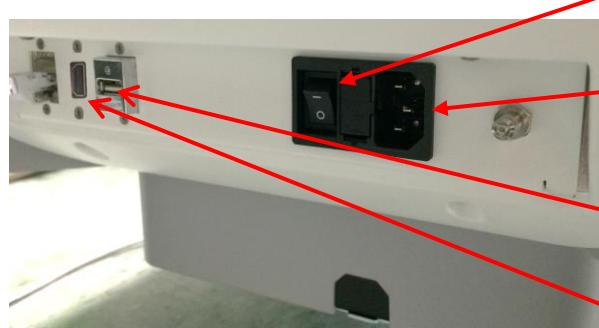

図 6：本装置の電源
1. 電源スイッチ（図6に示す後面下部パネル株のロッカースイッチ）がオフの位置にあり、システム電源ボタンが点灯していないことを確認する。
2. AC 電源ケーブルを本装置の電源ケーブル差込口に接続する（電源スイッチの傍）（図6を参照）。